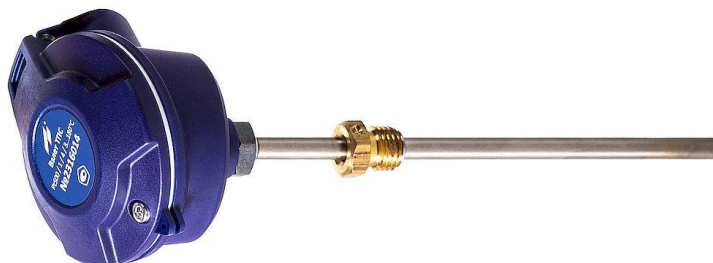

Рис.1. Термопреобразователь сопротивления «ВЗЛЕТ ТПС».
1.1.3. Внешний вид «ВЗЛЕТ ТПС» показан на рис.1.